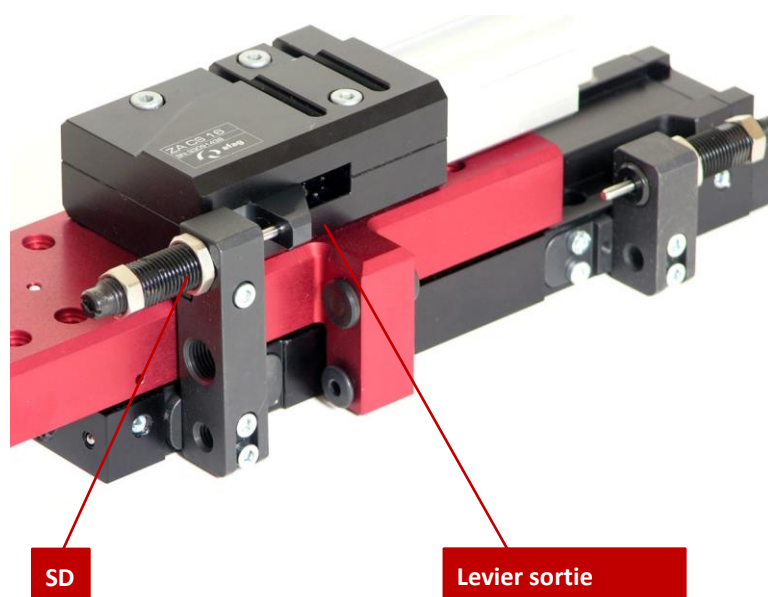

Fig. 23 Réglage fin vis de butée
8. Desserrez légèrement la vis ou l'écrou de serrage (Fig. 23).
10. Resserrez la vis ou l'écrou de serrage (Fig. 23).